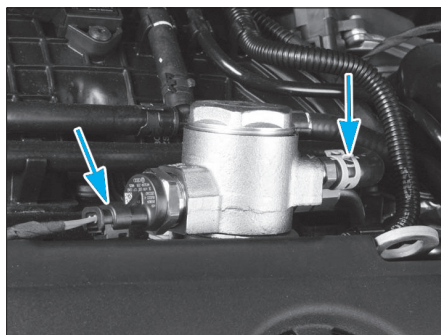

Fig. 64
- Décrocher les flexibles (4) et ouvrir l'agrafe (5).
- le connecteur de la pompe haute pression (Fig.64),